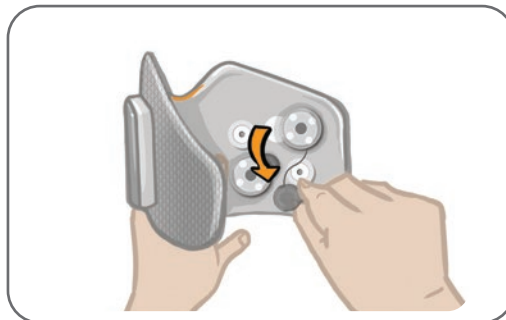

Figura 11-9: Remoção das bases de eletrodos usadas
3. Remova as bases dos eletrodos usadas do manguito. Veja a Figura 11-9.